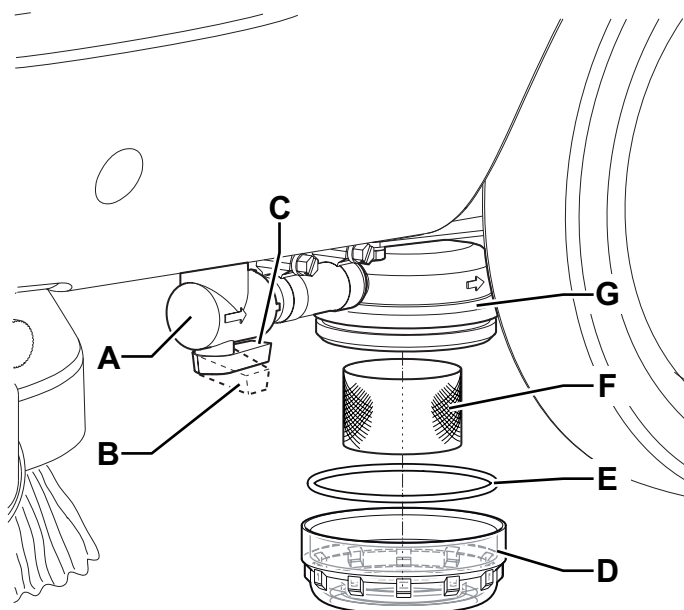

Figure 7
2. Vérifier que la fiche du câble d'alimentation (21) est branchée au réseau électrique.
3. Fermer le robinet de la solution (A, Fig. 7) situé dessous la machine, devant la roue arrière gauche. Le robinet (A) est fermé quand il se trouve dans la position (B) par rapport aux tuyaux ; il est ouvert quand il se trouve dans la position (C).
4. Retirer le couvercle transparent (D) avec le joint d'étanchéité (E), puis retirer le filet filtrant (F). Les nettoyer et les reposer sur le support (G).